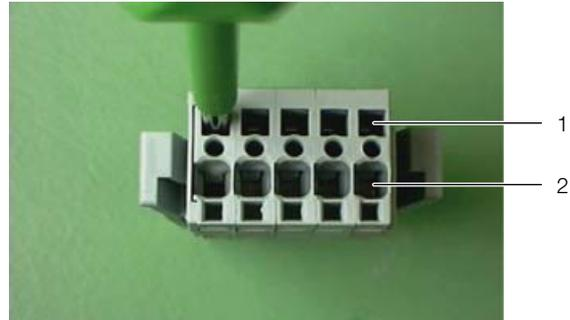

Рис. 33: Штекер подключения – вид сзади
- Вставьте отвертку в монтажное отверстие (рис. 33, поз. 1) и откройте соответствующую клемму для подключения провода (рис. 33, поз. 2).